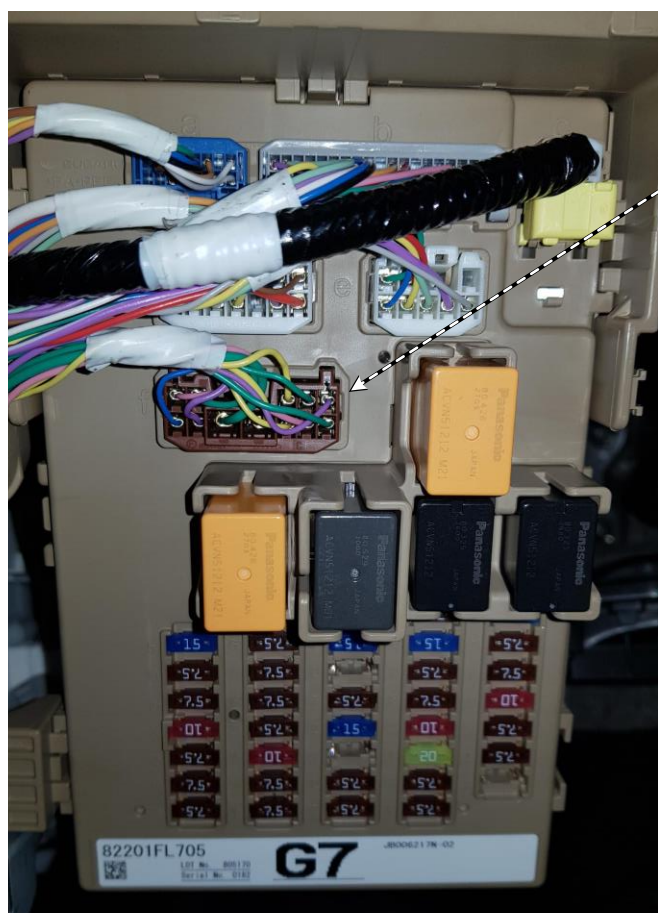

Рис. 2. Центральный блок управления.
**Разъем f**, см. рис. 2. Аксессуары. Зажигание. (Для автозапуска, см. стр. 19).